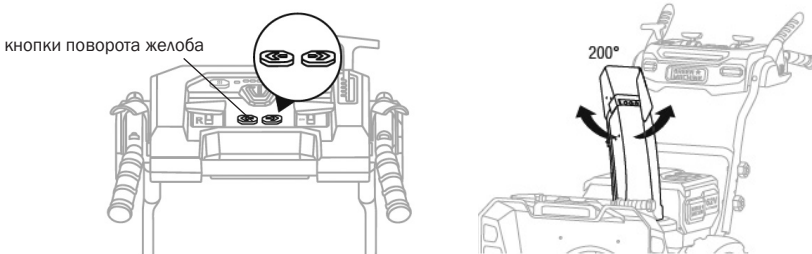

Рис. 14
1. Нажмите и удерживайте левую кнопку поворота желоба. Желоб и направление выброса будет поворачивать в левую сторону (Рис. 14).
2. Нажмите и удерживайте правую кнопку поворота желоба. Желоб и направление выброса будет поворачивать в правую сторону (Рис. 14).